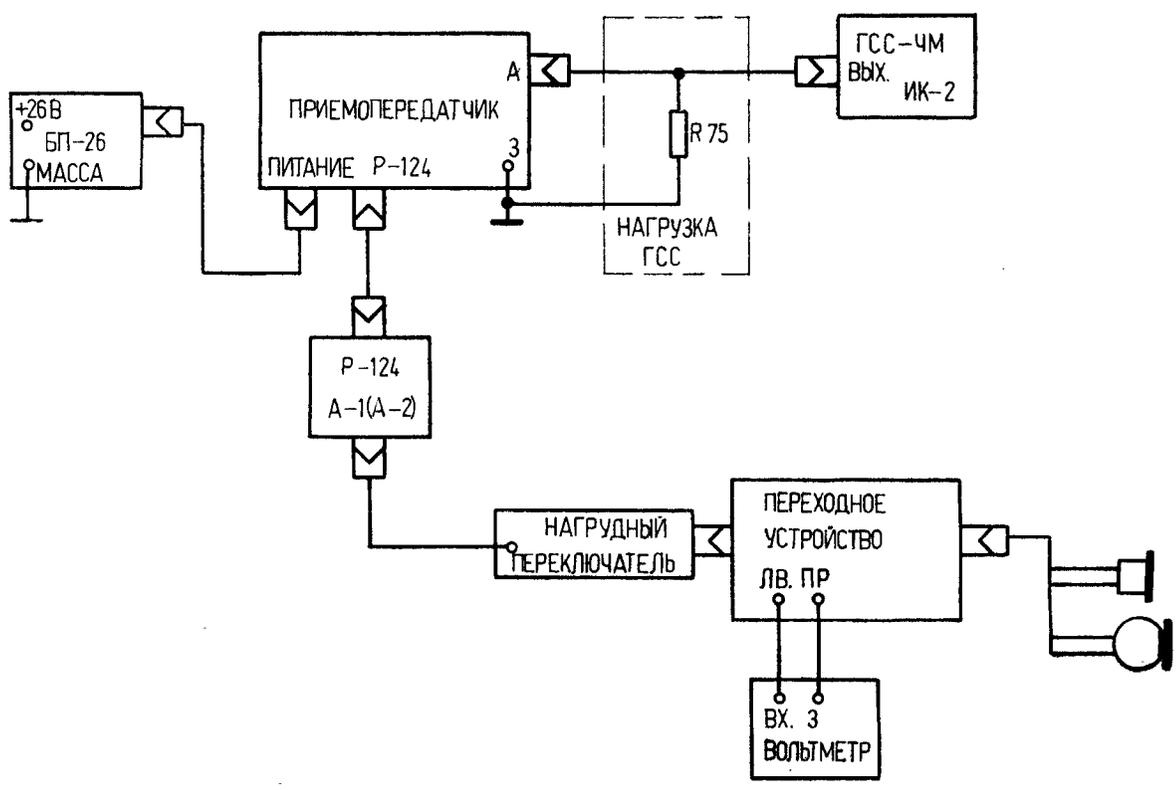

Рис. 10. Схема измерения чувствительности приемника
- соберите схему измерений (рис. 10);